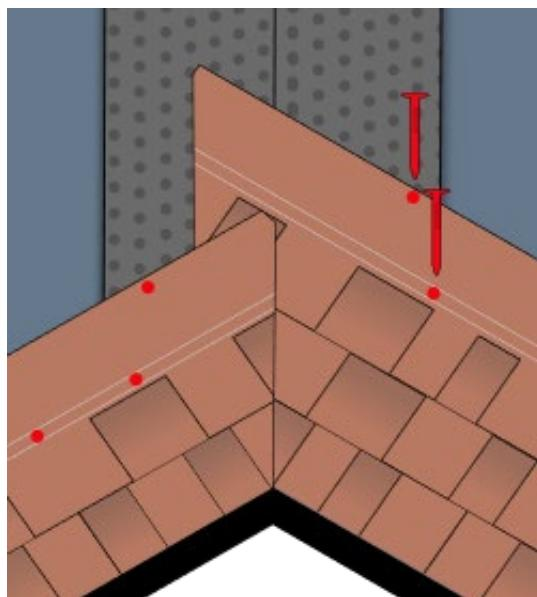

Fig. 15 – Posa tegole sul compluvio
- Una volta completata la prima falda per l'intera lunghezza del compluvio, passare alla falda adiacente. Iniziare la posa delle tegole dalla fila di partenza e proseguire per file successive. L'ultima tegola di ogni fila dovrà arrivare almeno fino all'asse di compluvio – Fig. 15. Chiodare le tegole fino a 40 cm dall'asse del compluvio e applicarle a fiamma in corrispondenza della membrana bituminosa. Completata la posa delle tegole anche per la seconda falda, tracciare l'asse del compluvio. Procedere quindi al taglio delle tegole della seconda falda seguendo la linea di compluvio – Fig. 15.